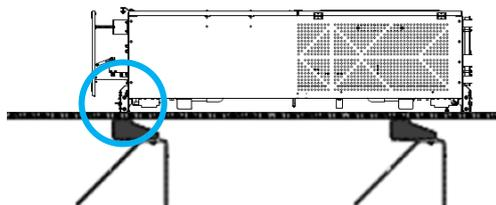

Abb. 6
4. Die Kabine in die untere Turmsektion positionieren und dabei darauf achten, dass die unteren Führungsrollen sich an einer Leiterverankerungsstütze ausrichten (siehe Abb. 6).